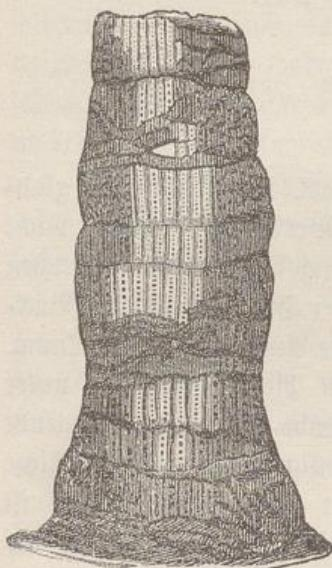

Fig. 14.
c) Sigillarien oder Siegelbäume. (Fig. 14.) Die bis 1,70 m dicken und 20 bis 25 m hohen Stämme waren entweder ganz einfach oder oben nur wenig verzweigt, ruhten aber auf einem vielverzweigten Wurzelwerk. Fast ihrer ganzen Länge nach waren